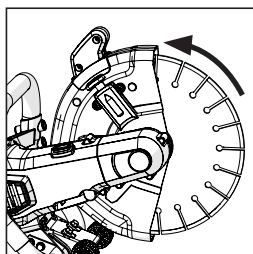

FIG. 5
- Ruotare il coprilama nella posizione ideale usando la manopola di rotazione del coprilama. (Fig. 5)